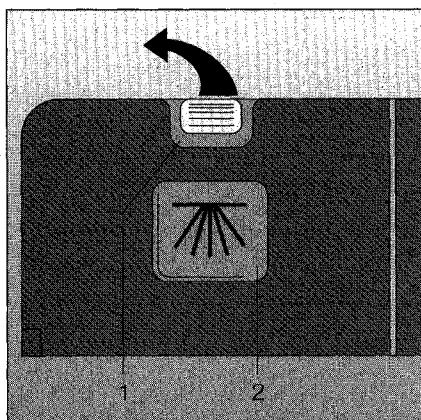

Figure 10
- Appuyez sur le bouton de verrouillage (figure 10/1). Le couvercle se relève.
En cas de vaisselle très sale, vous avez la possibilité d'ajouter du détergent supplémentaire dans le creux du couvercle (figure 10/2). Remplissez le réservoir à ras bord. Ce détergent agira dès le prélavage.